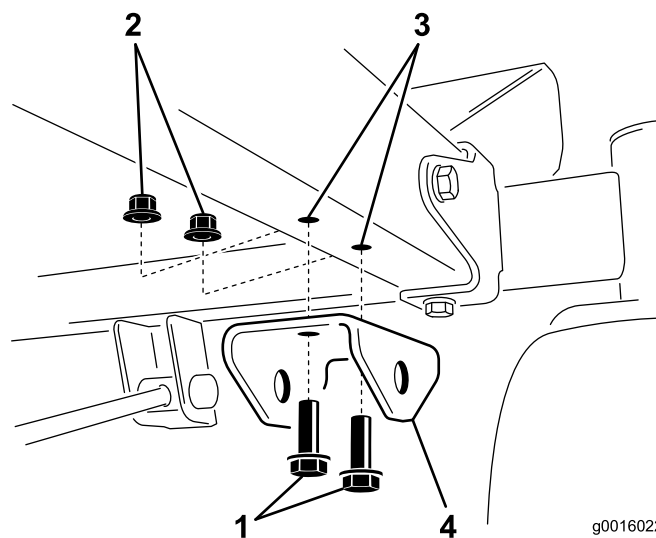

Figura 5
6. Montate la staffa del pedale sul telaio nella parte anteriore destra della macchina, come illustrato in Figura 5.